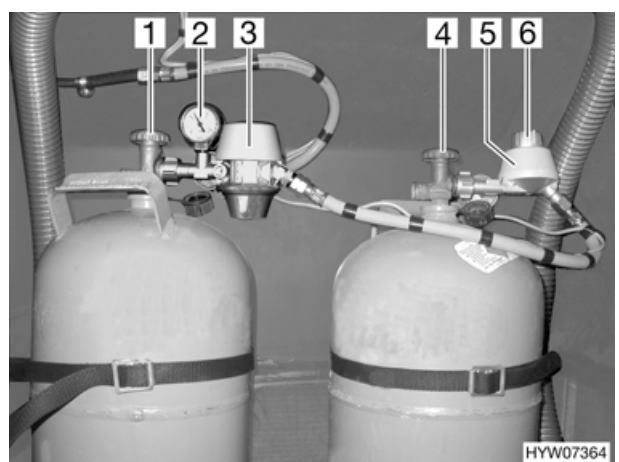
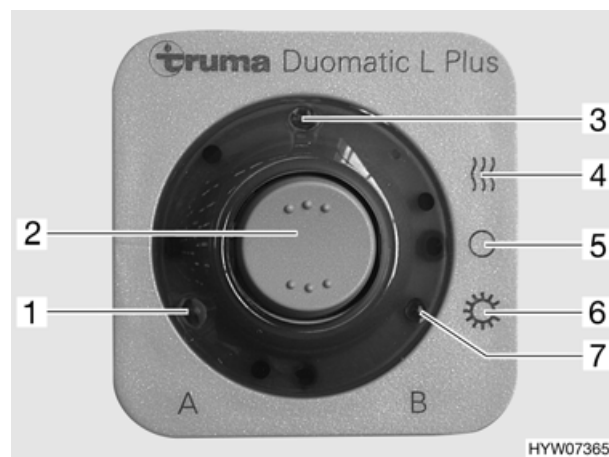

Bild 56 Duomatic-Umschaltanlage
Bild 57 Fernanzeige
Die Duomatic-Umschaltanlage besteht aus einem Zentralregler (Bild 56,3) und einem Umschaltregler (Bild 56,5). Mit dem Drehknopf (Bild 56,6) am Umschaltregler kann bestimmt werden, welche der Gasflaschen als Betriebsflasche und welche Gasflasche als Reserveflasche verwendet wird. Beide Regler sind mit einem Druckwächter und der Regler-Enteisungsanlage Eis-Ex ausgestattet. Das Manometer (Bild 56,2) am Zentralregler zeigt den Druck in der Gasflasche an, nicht den Füllstand der Gasflasche. Mit dem Manometer kann die Gasflasche auf Dichtheit geprüft werden. Das Bedienteil (Bild 57) schaltet nur die elektrischen Funktionen. Die Haupt-Absperrventile der Gasflaschen (Bild 56,1 und 4) müssen von Hand geöffnet werden.
- Die Haupt-Absperrventile an den Gasflaschen (Bild 56,1 und 4) öffnen.
- Mit dem Drehknopf (Bild 56,6) am Umschaltregler (Bild 56,5) die Gasflasche wählen, der vorrangig das Gas entnommen werden soll (Betriebsflasche). Den Drehknopf immer bis zum Anschlag drehen.
Wenn der Drehknopf im roten Bereich steht, wird das Gas vorrangig der Gasflasche mit dem Zentralregler (Bild 56,3) entnommen.
Wenn der Drehknopf im grünen Bereich steht, wird das Gas vorrangig der Gasflasche mit dem Umschaltregler (Bild 56,5) entnommen.
- An der Fernanzeige (Bild 57) die Betriebsart wählen und die Duomatic-Umschaltanlage einschalten. Beide Gasdruckregler sind jetzt entlüftet.
Mit der Fernanzeige (Bild 57) wird die Betriebsart gewählt. Außerdem signalisiert die Fernanzeige im Fahrzeuginneren, welche Gasflasche leer ist.
Die Betriebsart mit dem Wippschalter (Bild 57,2) einstellen. Bei Betrieb leuchtet die Betriebsanzeige (Bild 57,3).
- Winterbetrieb "Ein und Heizen" (Bild 57,4)
- Aus (Bild 57,5)
- Sommerbetrieb "Ein" (Bild 57,6)
- Kontroll-Leuchte "A" (Bild 57,1): Gasflasche am Zentralregler
- Kontroll-Leuchte "B" (Bild 57,7): Gasflasche am Umschaltregler